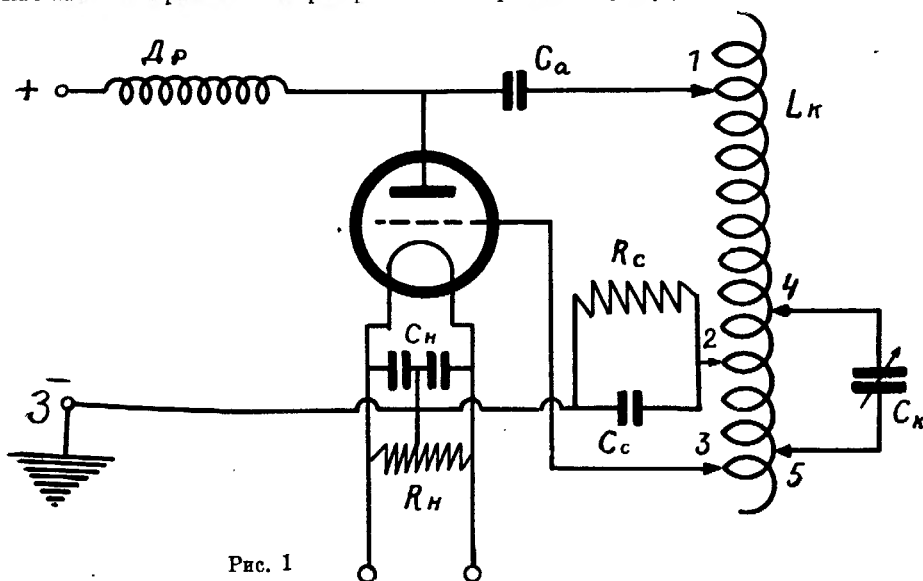

Рис. 1
Для удобства дальнейшего изложения возьмем обычную однотактную схему Гартлей (см. рис. 1) и примем следующие обозначения:  $Dp$  — дроссель высокой частоты,  $L_k$  — катушка колебательного контура,  $C_k$  — конденсатор колебательного контура,  $C_a$  — разделительный анодный конденсатор,  $C_c$  — конденсатор сетки (от 500 до 1000 см),  $R_c$  — утечка сетки,  $R_n$  — сопротивления для нахождения средней точки накала,  $C_n$  — конденсаторы, включенные параллельно  $R_n$ , 1, 2, 3, — щипки на катушке колебательного контура, 3 — земля.
Теперь вернемся к настройке схемы. Чтобы получить наибольший КПД, необходимо взять число витков между нулевым щипком (2) и анодным щипком (1) (см. рис. 1) раза в два больше, чем берут обычно (для 7MC band'a необходимо взять 11—14 витков); число витков между щипком (2) и сеточным щипком (3) необходимо взять равным от  $1/4$  до  $1/3$  числа витков анодного конца катушки (подбирается на опыте); наилучшее число витков между щипками переменного конденсатора (4) и (5) находится опытом и подбирается по максимальной отдаче (для каждой данной частоты отдельно). Общее указание относительно положения щипков (4) и (5) можно сделать такое: нужно стараться, чтобы число витков между щипками (2) и (4) было равно числу витков между щипками (2) и (5); при таком положении получается хороший устойчивый режим работы схемы; при числе витков между щипками (2) и (4) = числу витков между щипками (2) и (5) КПД может получиться несколько лучший, но может появиться QSSS. Подобрать таким образом положение всех щипков, мы получим максимальную колебательную мощность при определенной подводимой мощности, а значит и наилучший КПД.